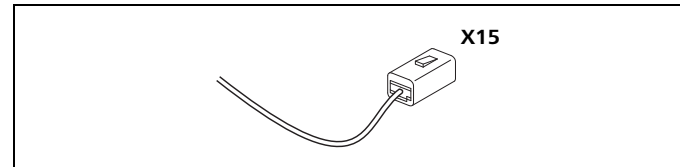

Fig. 49 Connettore per allineamento CO₂
- Per l'allineamento dei valori di CO₂ utilizzare anche il connettore X15 (solo per Centri Assistenza Webasto). V. Fig. 49.